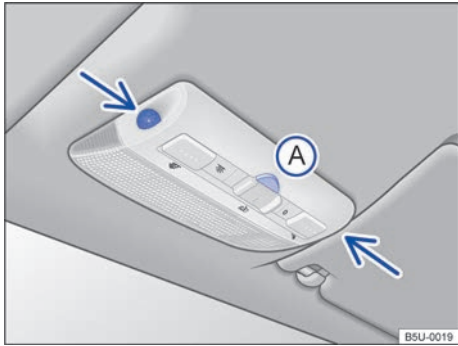

Fig. 30 En la consola del techo: sensores de monitoreo del interior del vehículo y tecla **A** para desconectar el monitoreo del interior del vehículo.
El monitoreo del interior del vehículo dispara la alarma con el vehículo bloqueado, si reconoce movimientos en el interior del vehículo. El sensor y el receptor están ubicados en el conjunto de la linterna de lectura \Rightarrow **fig. 30** (flechas).
- Presionar la tecla \Rightarrow **fig. 30** **A**. En el panel de instrumentos, la luz de control permanecerá encendida.